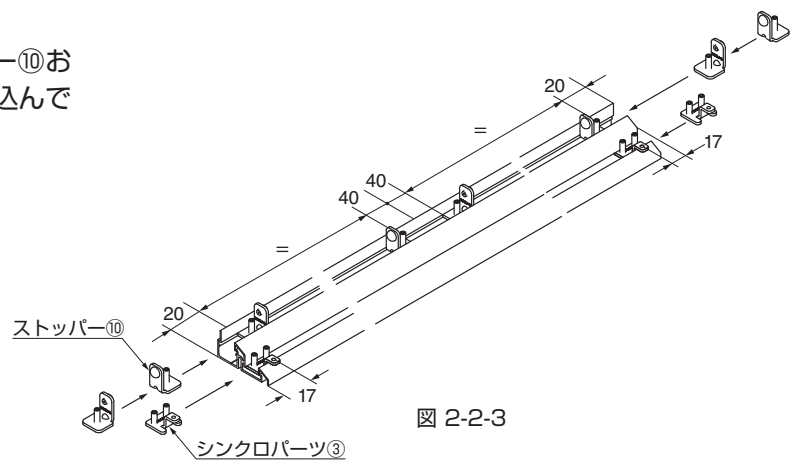

図 2-2-3
(2)上用のレール(⑱または⑲)の左右からストッパー⑩およびシンクロパーツ③を図 2-2-3のように組み込んでください。位置は、左右対称です